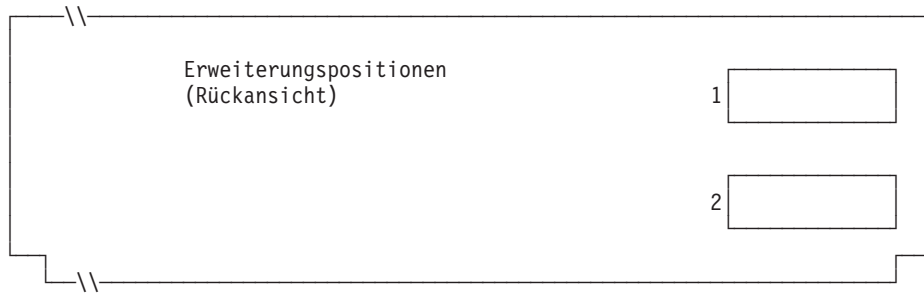

Abbildung 104. Rückseite der Kombination Handelscomputer/Datenkasse IBM 4694-2x6
4. In Abb. 104 auf Seite 328 jede Erweiterungsposition, in der ein Dual-Asynchronadapter zur **Benutzung durch die Kassenprogramme** installiert ist, mit einem X kennzeichnen. Sind die Adapter zur Benutzung durch andere Anwendungen (als die Kassenprogramme) vorgesehen, keine Kennzeichnung vornehmen.